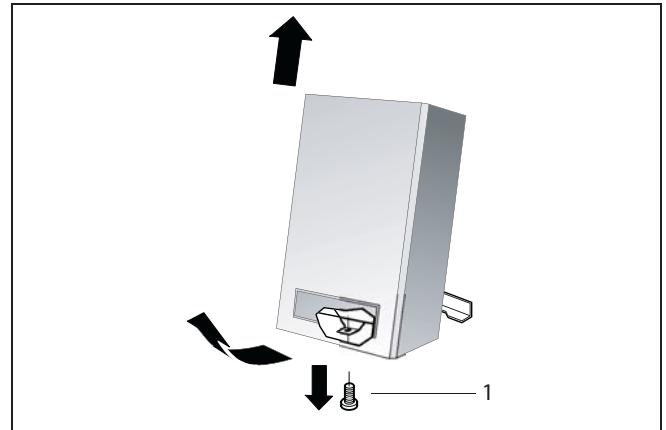

Fig. 7 Rimozione del mantello
- Per facilitare le operazioni d'installazione il mantello della caldaia puo' essere facilmente asportato svitando la vite applicata nella parte inferiore e sollevandolo leggermente, facendolo uscire dagli ancoraggi superiori (Fig. 7).
- Svitare la vite di fissaggio del mantello (fig. 7, pos. 1).